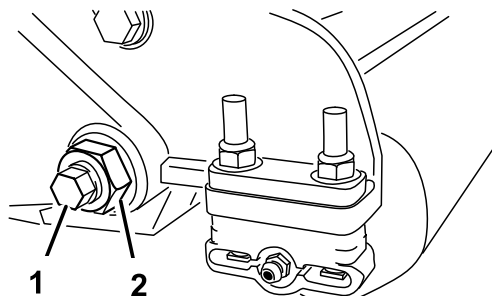
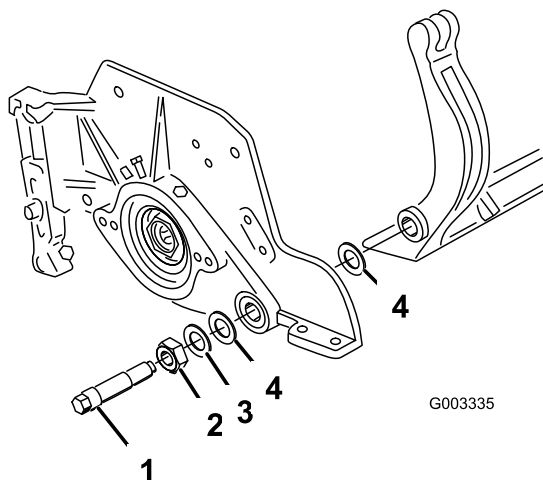

Figura 33
Figura 34
3. En cada lado de la máquina, afloje la contratuercas que fija el perno de la barra de asiento (Figura 33).
(Figura 33). Guarde las 2 arandelas de nylon y la arandela de acero troquelado de cada extremo de la barra de asiento (Figura 34).
2. Fije la barra de asiento a cada chapa lateral con los pernos de la barra (con tuercas en los pernos) y las 6 arandelas. Debe colocarse una arandela de nylon en cada lado del saliente de la chapa lateral. Coloque una arandela de acero por fuera de cada arandela de nylon (Figura 34). Apriete los pernos de la barra de asiento a 37-45 Nm. Apriete las contratuercas hasta que la arandela de acero exterior deje de girar, y la holgura quede eliminada, pero no apriete demasiado ni desvíe las chapas laterales. Las arandelas del interior pueden tener cierta holgura.